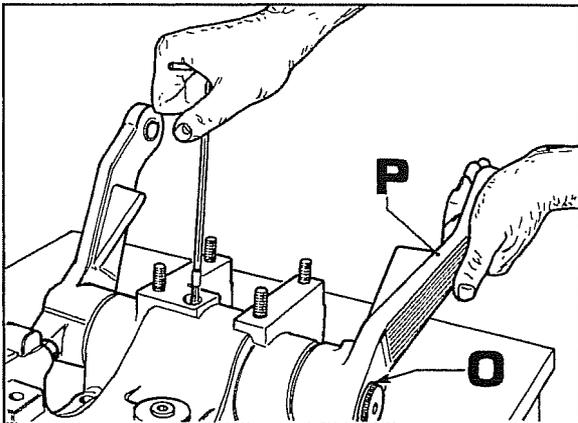

Abb. 32
- Den Entlüftungsstopfen auf dem Gehäuse des Krafthebers entfernen. Durch die dabei freigewordene Öffnung die Inbusmadenschraube zur Befestigung des Pleuels finden, indem man wie in der Abb. 32 gezeigt die unteren Lenker des Krafthebers von Hand bewegt, um die Madenschraube dann loszudrehen.